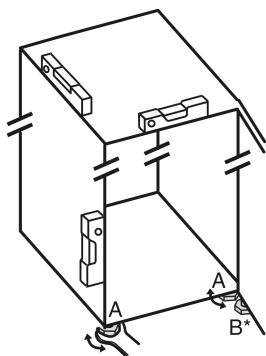

Fig. 51
- ▶ Выкрутите регулируемые опоры Fig. 51 (A) при помощи входящего в комплект поставки рожкового ключа и, используя уровень, выставьте устройство прочно и ровно по горизонтали.
- ▶ Выверните регулируемую опору Fig. 51 (B) на нижнем опорном кронштейне при помощи входящего в комплект поставки рожкового ключа до ее соприкосновения с полом.
- ▶ Поверните регулируемую опору Fig. 51 (B) еще на 90°.